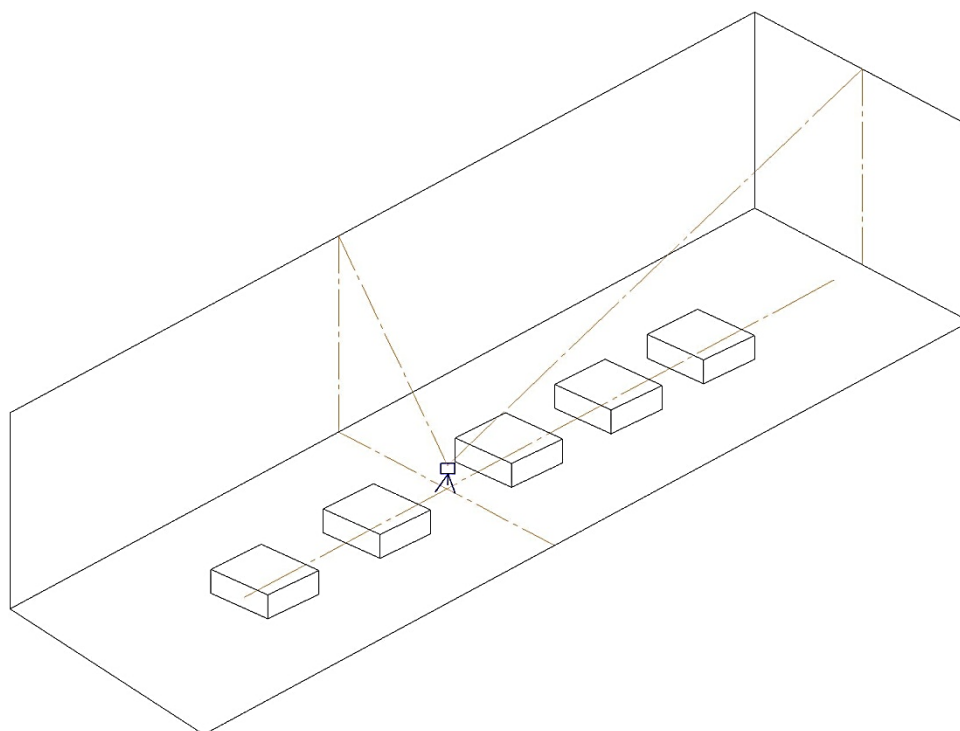

Рис.1.1 Разметка ДП, мидель-шпангоута на стенках дока.
2. Выполнить разметку с помощью теодолита мидель - шпангоута, вынести отметки ДП и мидель – шпангоута на стенки дока см.рис.1.1.